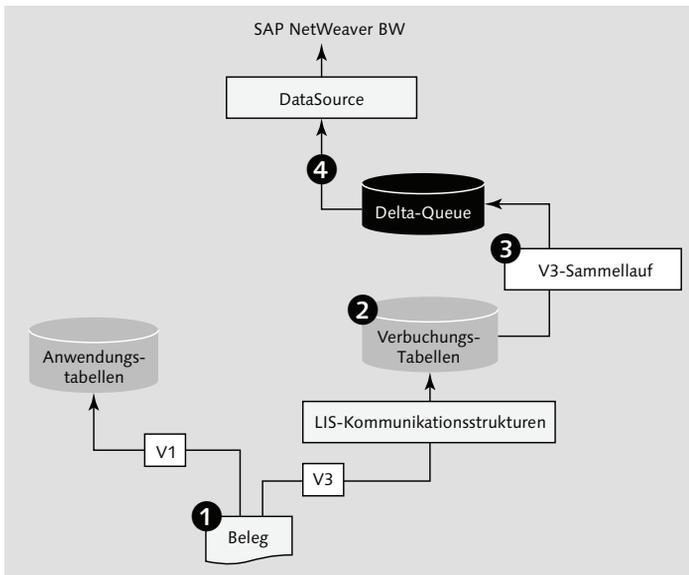

Abbildung 3.13 Schaubild der serialisierten V3-Verbuchung
Die serialisierte V3-Verbuchung arbeitet, wie man am Namen erkennen kann, in serieller Form und stellt einen Sammellauf dar. Zum besseren Verständnis erläutern wir den Ablauf anhand eines Schaubilds (siehe Abbildung 3.13).
In Schritt (2) aus Abbildung 3.13 sehen Sie, dass der Beleg über eine V3-Verbuchung in den Verbuchungstabellen landet. Diese V3-Verbuchung ist abhängig von einer erfolgreichen V2-Verbuchung. Das hat zur Folge, dass ein Beleg über eine erfolgreiche V1-Verbuchung zwar in den Anwendungstabellen landet, aber nicht in der Verbuchungstabelle, wenn die V2-Verbuchung erfolglos war. Zur Erinnerung: V2-Verbuchungen sind zeitkritisch und haben mit der reinen Beleginformation nichts zu tun, sie können für die Verbuchung also unberücksichtigt gelassen werden. Wichtig sollte eine Abhängigkeit zur V1-Verbuchung sein.